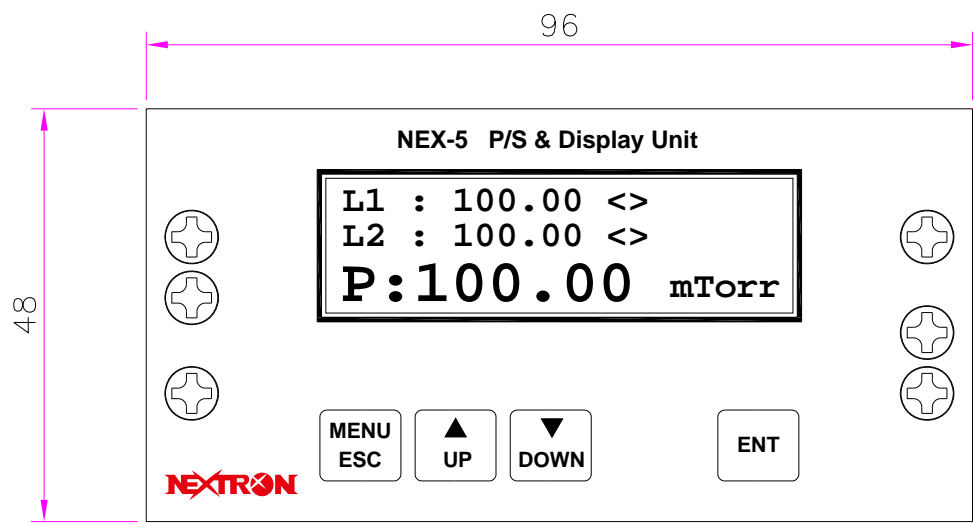
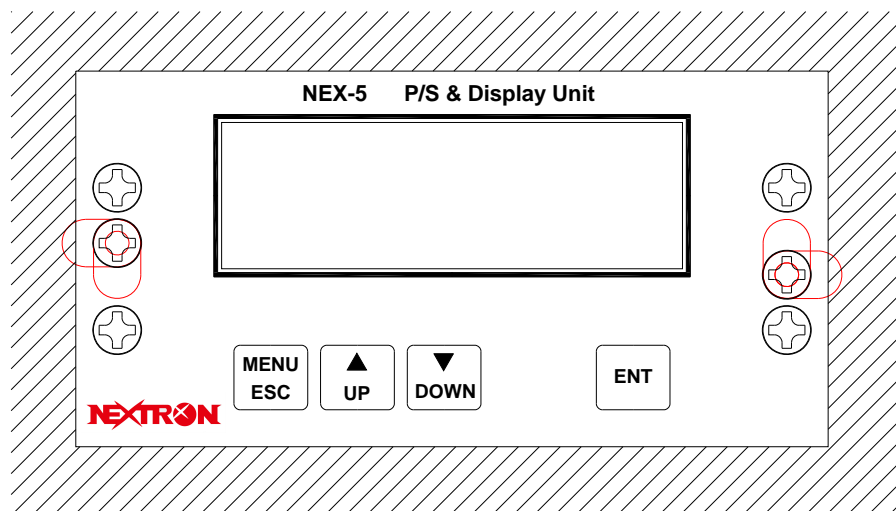

Figure 1 : Front Panel of the GPD-5 Unit
Figure 4 : Mounting of the NEX-5 Unit
2. Figure 1, 2, 3을 참조하여 Cutting한 Panel에 집어 넣은 다음 mounting pawl이 시계방향으로 돌아 cutting panel에 물리도록 한 다음 Figure 4와 같이 조여 체결한다.